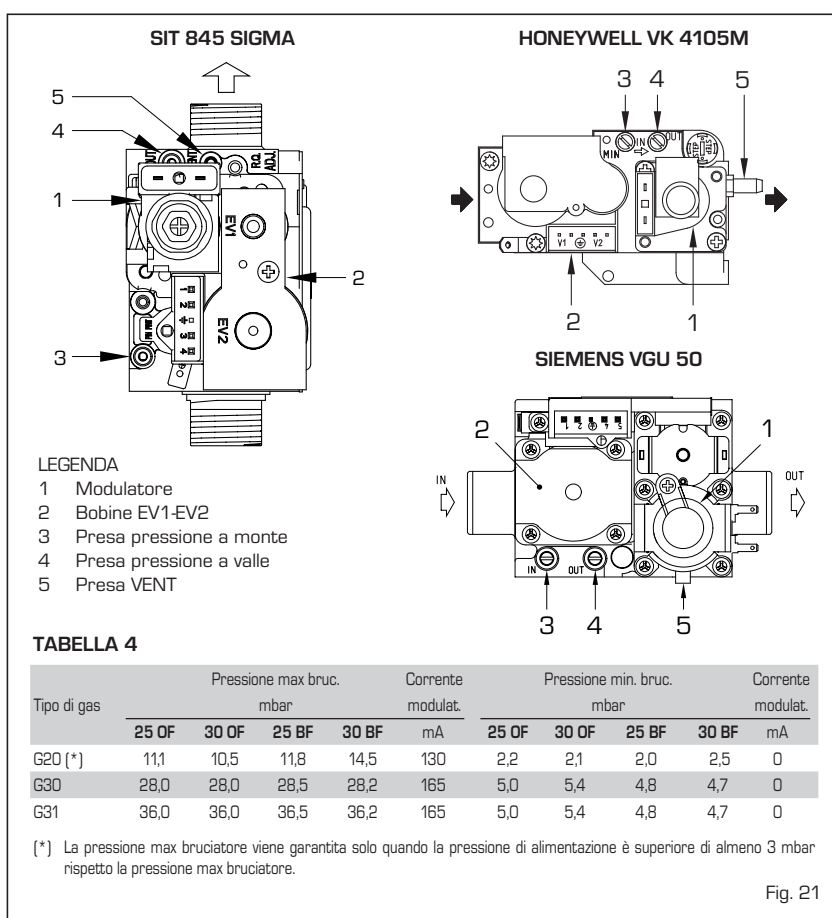

Fig. 21
La caldaia è fornita con valvole gas SIT 845 SIGMA, HONEYWELL VK 4105M o SIEMENS VGU 50 (fig. 21).
- Nelle versioni "BF" scollegare il tubetto della presa VENT della valvola (5 fig. 21).**
- Togliere il cappuccio (1) del modulatore.
- Regolare la pressione massima agendo sul dado (3) e ricercare il valore della